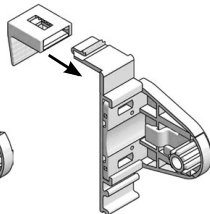

Рис.9
- 3.3. Состыковать защелки с накладными кронштейнами (Рис.9).